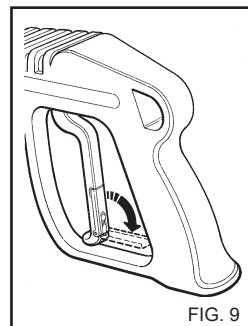

FIG. 9
- Stäng fästets skyddskåpa när rengöringsmaskinen inte används. (fig. 9)